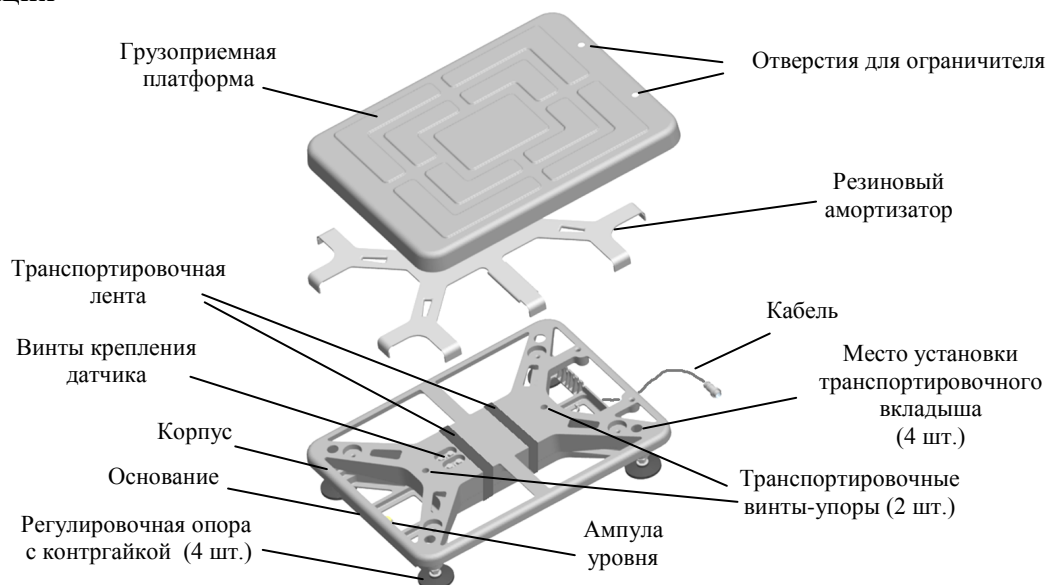
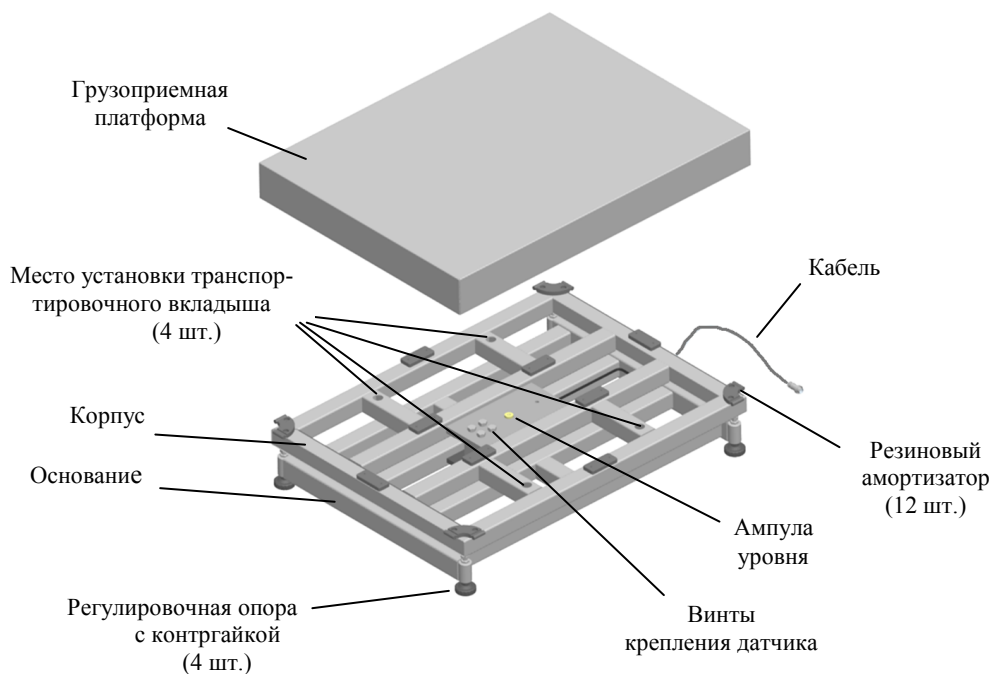

Рис. 4.1 - Модуль взвешивающий ТВ-S\_
Рис. 4.2 - Модуль взвешивающий ТВ-М\_
5.2 Снять грузоприемную платформу. Вынуть транспортировочные вкладыши (Рис. 4.1, Рис. 4.2).
5.5 Установить весы на твердой ровной поверхности. При помощи регулировочных опор выставить весы по ампуле уровня таким образом, чтобы пузырек воздуха находился в центре ампулы. При необходимости, затянуть контргайки регулировочных опор (Рис. 4.1, Рис. 4.2).
| 1     | Погрешность взвешивания значительно превышает допустимую величину | Не вынуты транспортировочные вкладыши или не вывернуты транспортировочные винты-упоры (см. Рис. 4.1) | Вынуть транспортировочные вкладыши и вывернуть транспортировочные винты-упоры                                       |